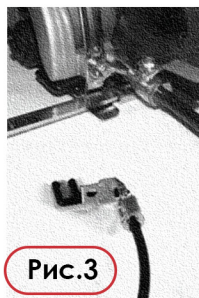

Рис.3
3. Установите собранный узел на кожух пилы. При этом, патрубок должен войти под защитный кожух пилы так, чтобы каждая насадка патрубка подавала воду на свою сторону отрезного диска. (Рис. 3)